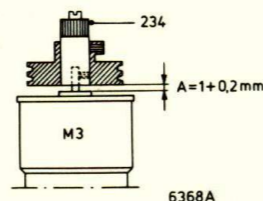

Fig. 48
**n. Hoogteinstelling van poelie 234 (zie fig. 48)**